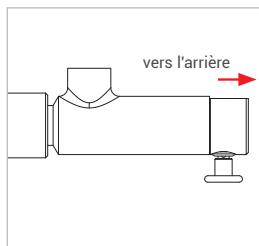

Figure 10
- ▶ Tirez légèrement sur le connecteur (flèche rouge *Figure 10*) dans le sens inverse du raccordement pour s'assurer de sa bonne fixation.